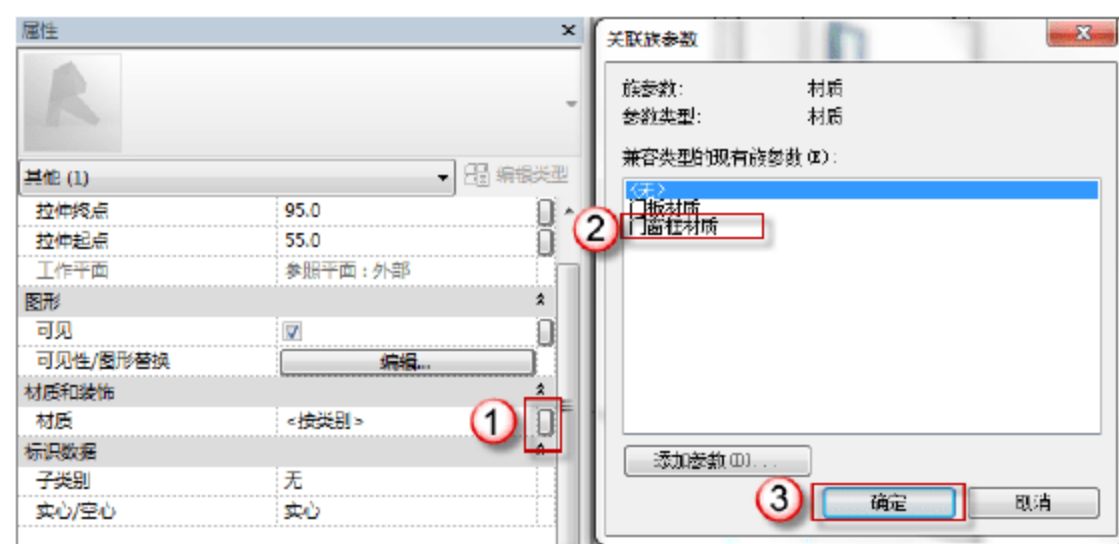

图 6.1.101 添加子母门中部窗窗框材质
(21) 添加子母门中部窗窗框材质。选择子母门中部窗窗框，在子母门中部窗窗框的“属性”面板中，单击“材质和装饰”栏“材质”右侧的空白按钮，弹出“关联族参数”对话框，单击“添加参数(D)”按钮，弹出“参数属性”对话框。选中“共享参数”单选按钮，单击“确定”按钮，弹出“共享参数”对话框，在“参数组(G)”中选择“门窗”选项，在“参数(P)”中选择“门窗框材质”选项，单击“确定”按钮，如图 6.1.101 所示。